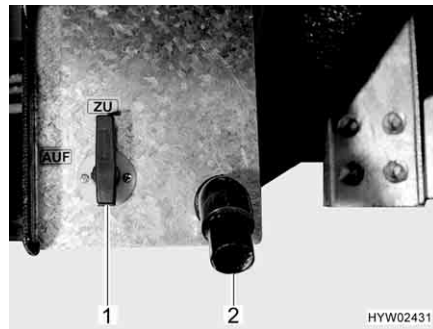

Bild 201 Bedienhebel und Ablaufrohr des Abwassertanks
Der Bedienhebel (Bild 201,1) für die Abwasserentsorgung ist neben dem Ablaufrohr (Bild 201,2) auf der linken bzw. rechten Fahrzeugseite montiert.
- Abwasserschlauch auf das Ablaufrohr (Bild 201,2) stecken.
- Den Ablasshahn öffnen. Dazu den Bedienhebel (Bild 201,1 bzw. Bild 202,2) des Ablasshahns eine viertel Umdrehung drehen oder den Bedienhebel (Bild 203,1) herausziehen. Der Bedienhebel steht waagrecht bzw. längs zum Ablaufrohr. Das Abwasser wird abgelassen.
- Nachdem das Abwasser vollständig ausgelaufen ist, den Ablasshahn wieder schließen. Dazu den Bedienhebel (Bild 201,1 bzw. Bild 202,2) des Ablasshahns eine viertel Umdrehung im Uhrzeigersinn drehen oder den Bedienhebel (Bild 203,1) hineindrücken. Der Bedienhebel steht senkrecht bzw. quer zum Ablaufrohr.